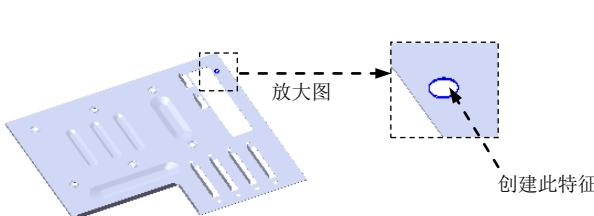
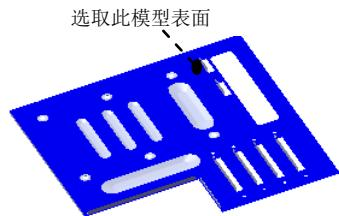
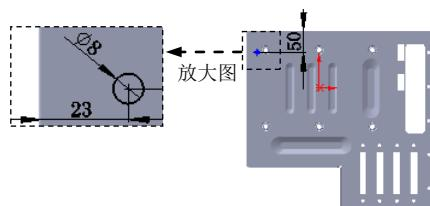

图 17.10.115 创建孔 7
图 17.10.116 定义孔的放置面
图 17.10.121 横断面草图
Step36. 创建图 17.10.115 所示的零件特征——孔 7。
- (1) 选择下拉菜单 **插入(I)** → **特征(F)** → **孔(H)** → **简单直孔(S)…** 命令。
- (2) 定义孔的放置面。选取图 17.10.116 所示的模型表面为孔的放置面。
(1) 选择下拉菜单 **插入(I)** → **特征(F)** → **孔(H)** → **简单直孔(S)...** 命令。
(2) 定义孔的放置面。选取图 17.10.116 所示的模型表面为孔的放置面。
(3) 定义孔的参数。在 **方向 1** 区域的下拉列表中选择 **完全贯穿** 选项，在 **方向 1** 区域的 **深度** 文本框中输入数值 8.0。
(4) 单击“孔”对话框中的 按钮，完成孔 8 的创建。
(5) 编辑孔的定位。在设计树中右击 **孔8**，在系统弹出的快捷菜单中单击 命令，进入草图环境。绘制图 17.10.121 所示的横断面草图。单击 按钮，退出草图环境。